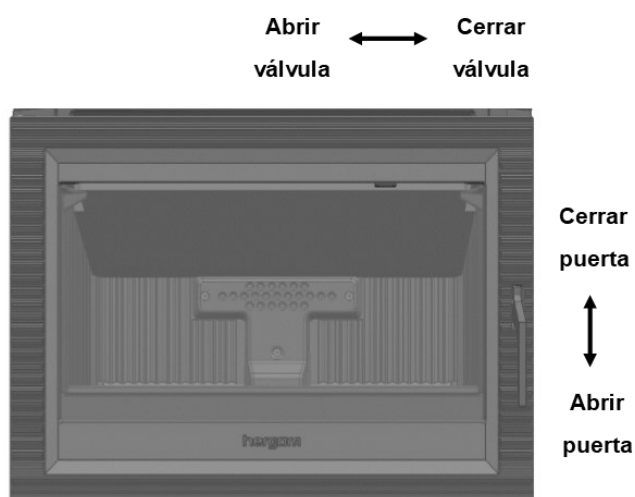

FIG. 2
Para cerrar la puerta, sujete el mando y empuje la puerta suavemente hacia el aparato. Siempre debe utilizar un guante ignífugo. (Fig. 2).
La posición intermedia es en el caso general la óptima, dependiendo, no obstante, de la calidad y tiro de la chimenea instalada y tipo de combustible empleado (maderas duras o blandas) (Fig. 2).
1. Abrir la válvula de regulación de aire del aparato completamente (Fig. 2)